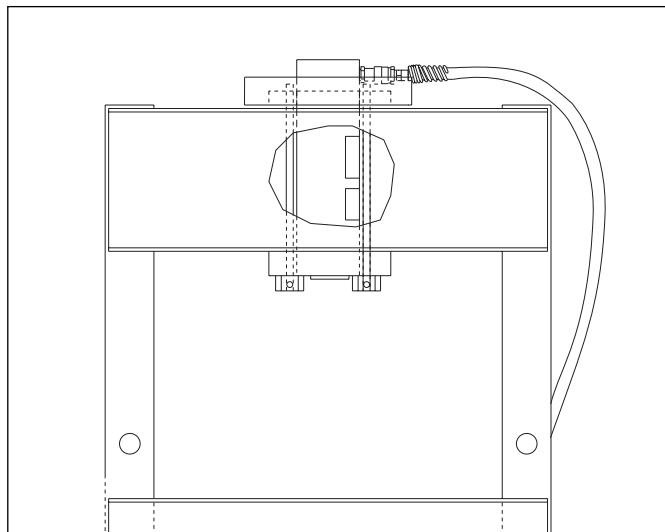

Figure 2. Branchements hydrauliques pour vérins simple effet
4.1 Vérins simple effet (Voir figure 2)